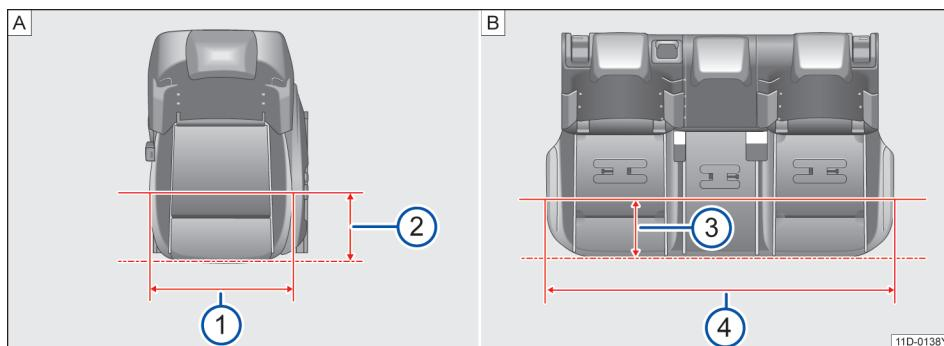

图 69 座椅座宽
如图→图 69[A] 在距离前排座椅边缘 200mm
时→图 69[A]②，前排座椅座垫宽度为
490mm→图 69[A]①。
如图→图 69[B] 在距离后排座椅边缘 200mm
时→图 69[B]③，后排座椅座垫宽度为
1271mm→图 69[B]④。